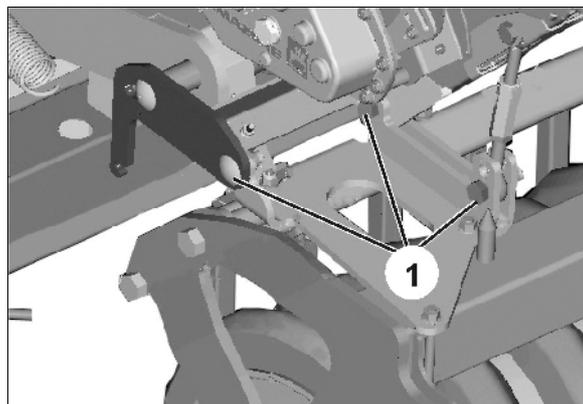

Fig. 27
- 5.2 À droite : montez les 3 assemblages vissés (Fig. 27/1).